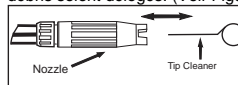

Figure 5- Insert tip cleaner in nozzle hole and move back and forth until debris is dislodged
- Utilisation inclus nettoyeur d'extrémité, ou un trombone déplié, insérer le fil dans le trou de la buse et se déplacer en avant en arrière jusqu'à ce que les débris soient délogés. (Voir Figure 5).